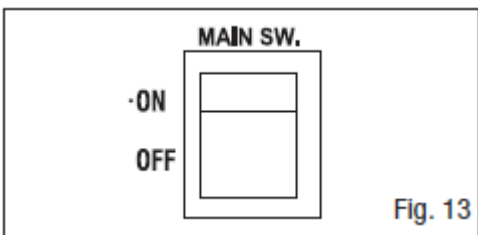

Рис. 13
4. Головний перемикач переведіть у положення «ON» («УВІМК.»). (Рис. 13)